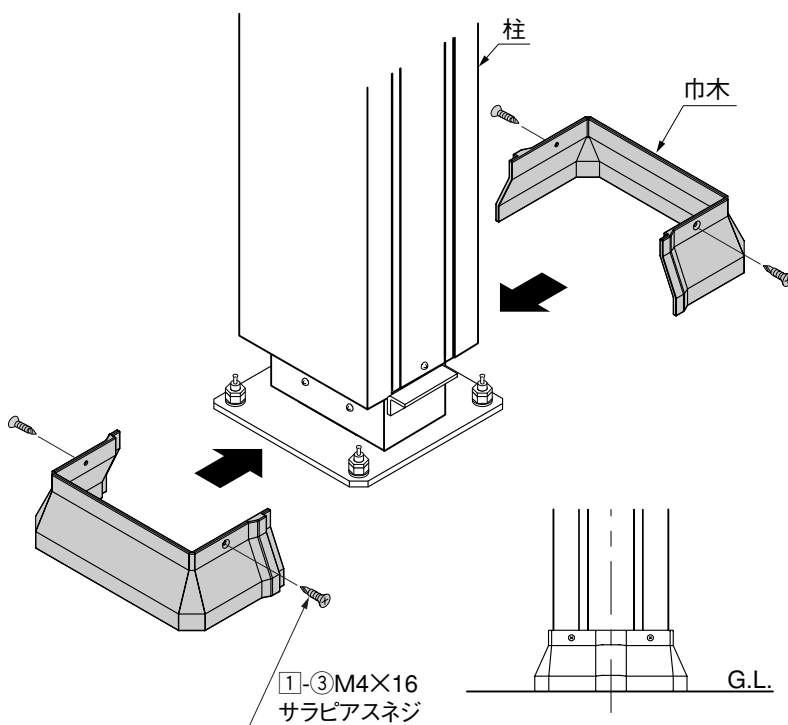

図4-1
- ❶ 巾木を①-③で柱に取付けてください。（図4-1参照）